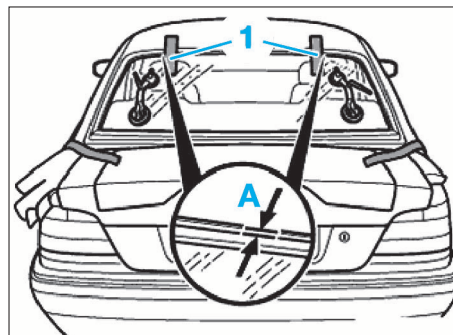

FIG. 112
- La partie quasi verticale (B) du cordon de colle doit être orientée vers le rebord de vitre ou le bord de vitre.
- dans cette position, immobiliser la lunette AR en hauteur, en partie supérieure à l'aide de rubans (1) (Fig.112).